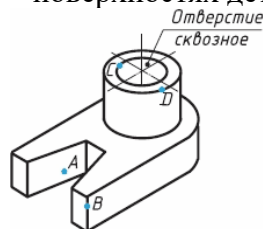

Рис. 16. Наглядное изображение детали
1. Выполнить чертёж детали по ее наглядному изображению (рис. 16) с применением разрезов. Нанести на чертежах обозначения точек, расположенных на поверхностях деталей.